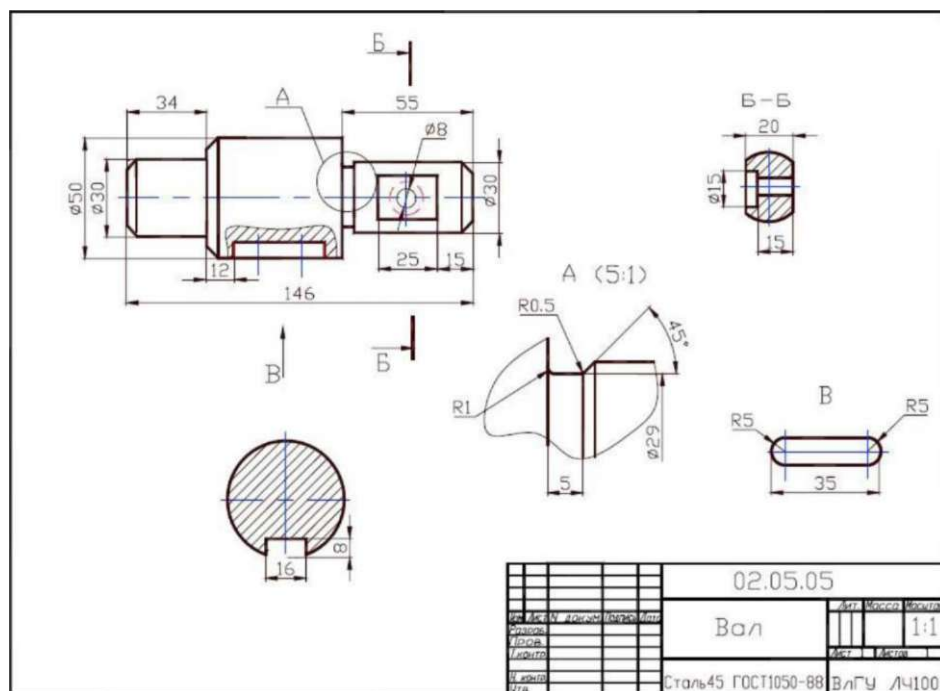

Рисунок 5 - Задание к ЛР 5
1. Построить чертеж детали согласно заданию (рис. 5).